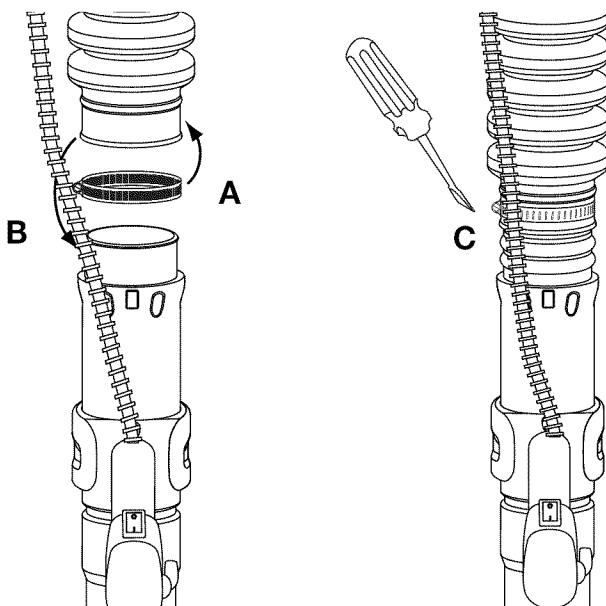

Fig. 2
1. Coloque una abrazadera de manguera sobre el otro extremo del tubo flexible (Fig. 2, A).
2. Deslice el extremo de la manguera con la abrazadera colocada sobre el extremo superior del tubo superior de la sopladora (Fig. 2, B).
3. Apriete el tornillo de la abrazadera de la manguera para asegurar el tubo flexible al tubo superior de la sopladora (Fig. 2, C).